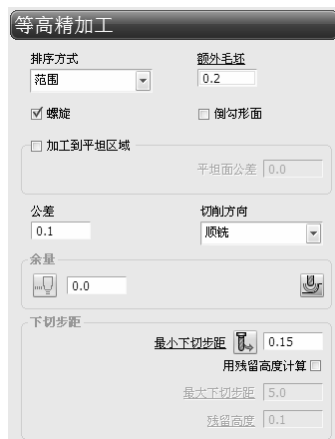

图 3-170 等高精加工
- 单击左侧列表框中的“等高精加工”选项，在右侧选项卡中选中“螺旋”复选框，设置“最小下切步距”为 0.15，如图 3-170 所示。